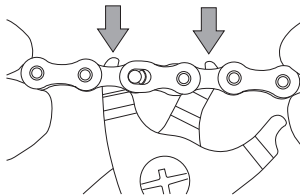

Fig.12
- Introduzca la herramienta de apertura del falso eslabón con dientes de un grosor inferior a 1,8 mm en los eslabones internos adyacentes al C-Link™ (Fig. 12).
- Quite el C-Link™, tanto del lado interno como del externo (Fig. 12).